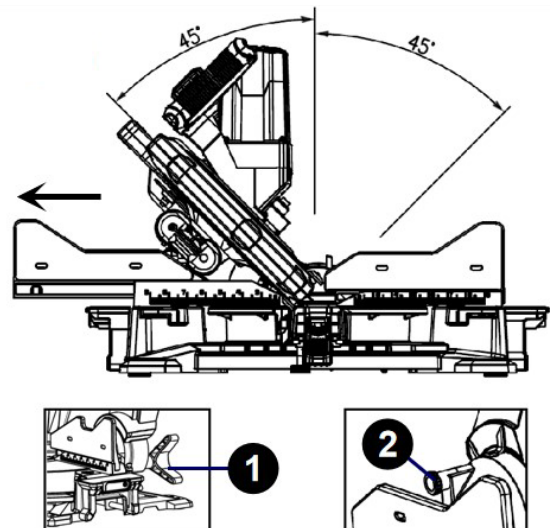

Abb. 13: Neigungswinkel einstellen
Wenn ein Schrägschnitt erforderlich ist, lösen Sie den Feststellknopf für den Schrägschnitt (Pos. 1, Abb. 13), indem Sie ihn gegen den Uhrzeigersinn drehen.
Schritt 1: Ziehen Sie den Anschlagstift (Pos. 2, Abb. 13) heraus.